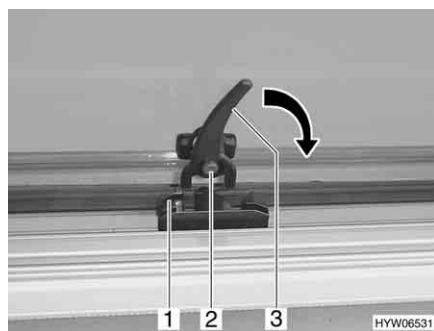

Fig. 57 Leva di serraggio in posizione "aperto"
- Premere il bottone di sicurezza (Fig. 57,2) e mantenerlo premuto.
- Ruotare la leva di serraggio (Fig. 57,3) nella direzione della freccia di un quarto di giro verso il telaio della finestra.
- Ruotare la leva di serraggio (Fig. 57,3) di un quarto di giro verso il centro della finestra.
- Ruotare la leva di serraggio in senso antiorario. Il bloccaggio deve entrare nell'apertura sinistra (Fig. 57,1) del dispositivo di bloccaggio (Fig. 58).
- Rilasciare il bottone di sicurezza (Fig. 57,2).